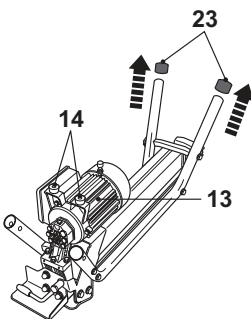

Fig. 2a
- Ôtez les capuchons en caoutchouc [23] situés aux extrémités C et D de l'armature (Fig. 2a).